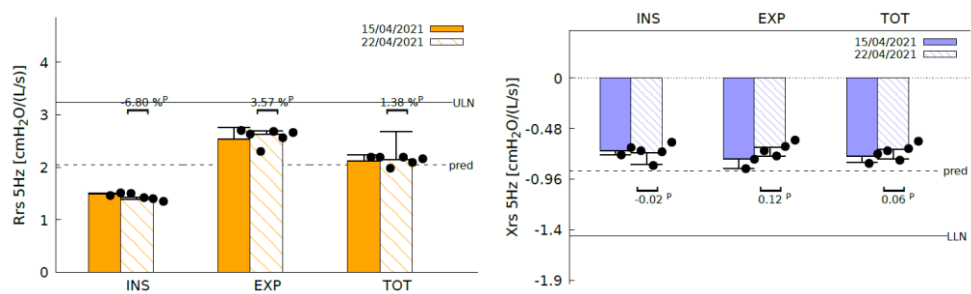
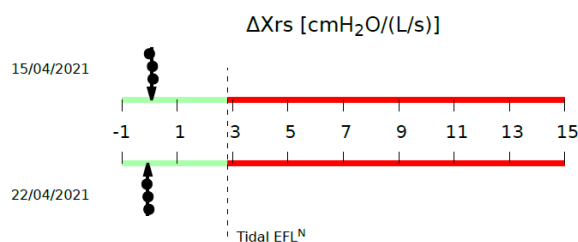
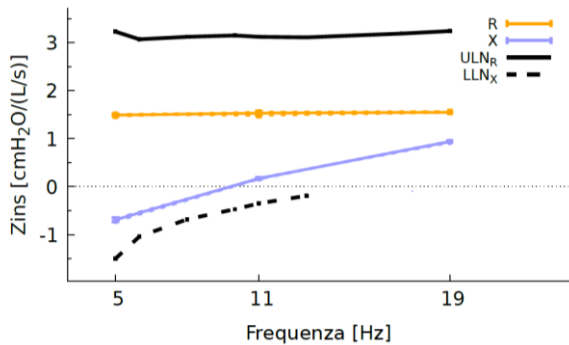

Figure 77 - Barres de résistance et réactance
Figure 78 - Limitation de Débit Expiratoire (EFL) lors de la respiration courante
Figure 79 - Spectres de résistance et de réactance à l'inspiration
Voir la Figure 77.
- Les barres sur le graphique gauche de la Figure 77 représentent la moyenne et l'écart-type de la résistance inspiratoire (INSP), expiratoire (EXP) et totale (TOT) calculés à partir des mesures individuelles sélectionnées dans une session de mesure (voir la section *Réalisation d'une session de mesure*).
- Si vous avez utilisé une forme d'onde de stimulation à 5 Hz, un graphique supplémentaire dans le bas de la page sera affiché (Figure 78). Ce graphique montre, à l'aide d'une flèche, la moyenne et l'écart-type de ΔX_{rs} , calculés à partir de toutes les mesures de la session. Les points noirs représentent la moyenne ΔX_{rs} des résultats des mesures individuelles. ΔX_{rs} est la différence entre la réactance moyenne à l'inspiration et la réactance moyenne à l'expiration et c'est un indice de la limitation du débit expiratoire (EFL) pendant la respiration courante (Dellacà et al., ERJ, 2004). Un seuil de 2,81 cmH₂O/(L/s) est utilisé pour classer un patient avec un débit limité ou un débit non-limité pendant la respiration courante (Dellacà et al., ERJ, 2004). Si cette flèche est dans la partie verte du graphique, le patient n'a pas de limitation de débit pendant la respiration courante. Une flèche dans la partie rouge du graphique indique la présence d'EFL.
Outre les graphiques indiqués lorsqu'une forme d'onde de stimulation à fréquence unique est utilisée (Figure 77 et Figure 78) où les données sont la résistance et la réactance à 5Hz), un nouveau graphique avec des valeurs de résistance à l'inspiration (ligne pleine orange) et de réactance à l'inspiration (ligne pleine bleue) aux fréquences de la forme d'onde de stimulation est rapporté dans le bas de la page (Figure 79). Les valeurs affichées peuvent se référer à l'inspiration, à l'expiration ou à la respiration complète en fonction de votre sélection sur l'écran des résultats avant l'exportation (voir aussi la section *Réalisation d'une nouvelle session de mesure*). Le paramètre par défaut est l'inspiration.